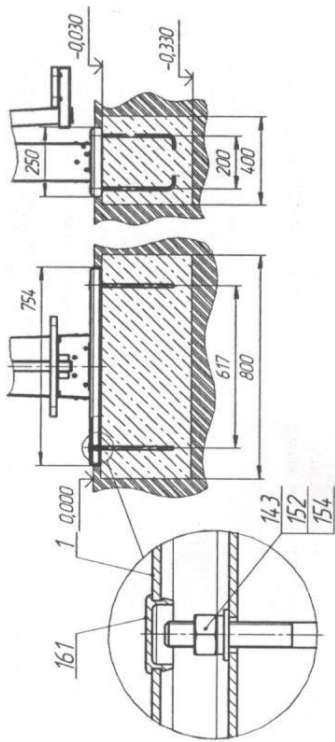

Рис. 3
Убедиться в сухости и прочности залитого бетона. Установить металлоконструкцию тренажера (поз. 1) на анкерные болты и закрепить, установить заглушки поз.161 (рис.3):
12.3.8 Убедиться в сухости и прочности залитого бетона. Установить тренажер на анкерные болты и закрепить, установить заглушки поз.161 (рис.3).